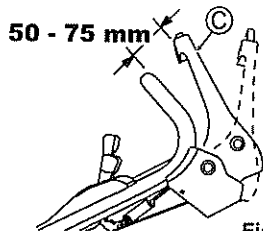

Fig. 25.
Réglez de telle façon que la lame commence à tourner lorsque la distance entre le Levier de la lame (C) et la poignée est de 50 - 75 mm, avec le bouton jaune enfoncé ainsi qu'illustré dans la Fig. 25.